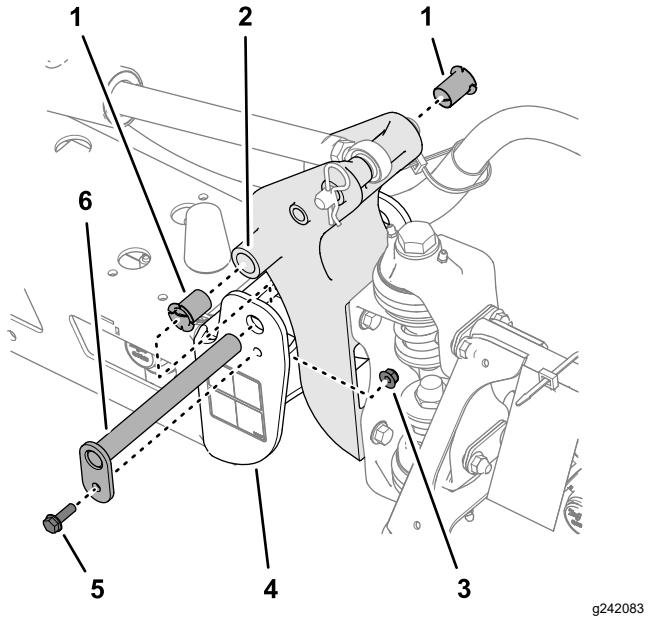

Bild 120
- Entfernen Sie die Schraube und die Mutter, mit denen der Lagerbolzen befestigt ist, und nehmen Sie den Bolzen ab (Bild 120).
- Nehmen Sie die Nylonbüchsen vorne und hinten an der Schwenkhalterung ab und prüfen Sie sie (Bild 120).
- Tragen Sie etwas Öl auf die Nylonbüchsen auf und setzen Sie diese in die Schwenkhalterung ein (Bild 120).
- Fluchten Sie die Löcher in der Schwenkhalterung mit den Löchern im Endkanal aus (Bild 120).